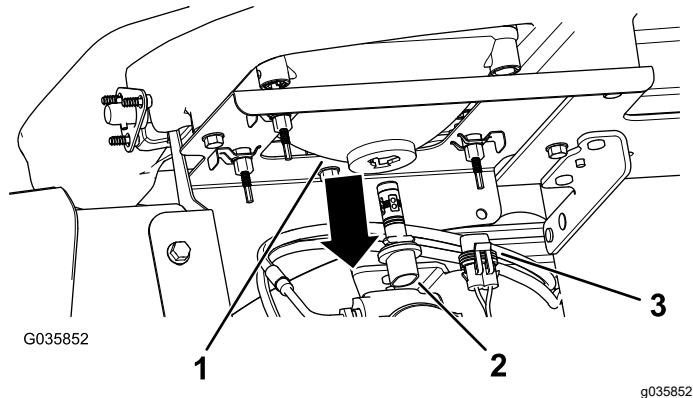

Bild 44
3. Schließen Sie den elektrischen Anschluss für den Kabelbaum vom Lampenanschluss hinten am Scheinwerfergehäuse ab (Bild 44).
4. Drehen Sie die Birne um eine Viertelumdrehung nach links und bewegen sie nach hinten aus dem Lampengehäuse (Bild 44).
5. Setzen Sie die neue Birne und das neue Scheinwerfergehäuse ein und fluchten Sie die Nasen in der Birne mit den Schlitzen im Scheinwerfergehäuse aus (Bild 44).
6. Drehen Sie die Lampe um eine Vierteldrehung nach rechts, um sie zu befestigen (Bild 44).
7. Schließen Sie den elektrischen Anschluss für den Kabelbaum am Anschluss der neuen Lampe an (Bild 44).